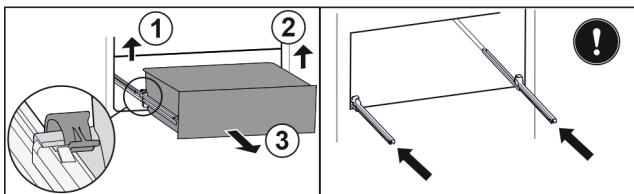

Fig. 92
- ▶ Повдигнете лявата скоба и едновременно с това изтеглете напред чекмеджето отляво. *Fig. 92 (1)*
- ▶ Повдигнете дясната скоба и едновременно с това изтеглете напред чекмеджето отдясно. *Fig. 92 (2)*
- ▶ Извадете чекмеджето напред. *Fig. 92 (3)*